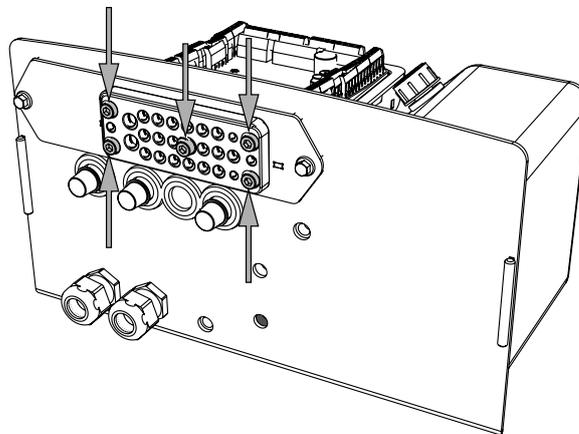

Imagen 58. Los cinco tornillos del pasacables
1. Afloje los cinco tornillos del pasacables, véase Imagen 58. A continuación, ya será posible montar, desmontar y ajustar los cables en el pasacables. Al realizar el montaje de un cable, este debe hacerse junto con el cableado existente utilizando una brida para cables.